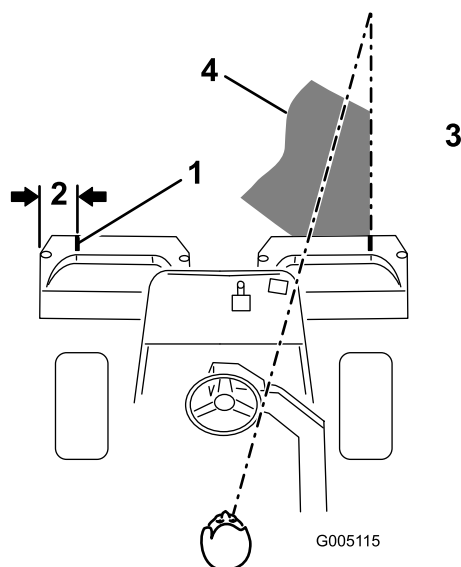

Figure 12
- Placez une bande de papier blanc ou un trait de peinture sur chaque bac parallèlement à son bord extérieur (Figure 12).